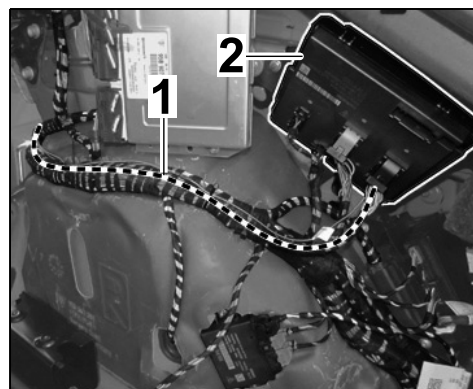

Рис. 14
- 2.3.8 Проложить желтый/серый провод вдоль жгута проводов в багажном отсеке справа к блоку управления электроники задней части кузова (⇒ Рис. 14).